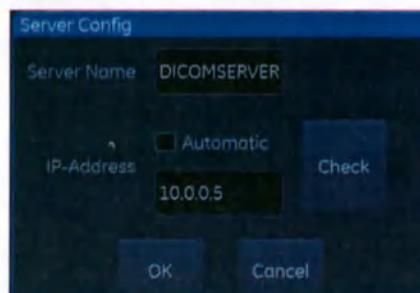

Рис. 10-28. Окно конфигурации сервера
7. Свойства хранилища DICOM: (см. Рис. 10-28):